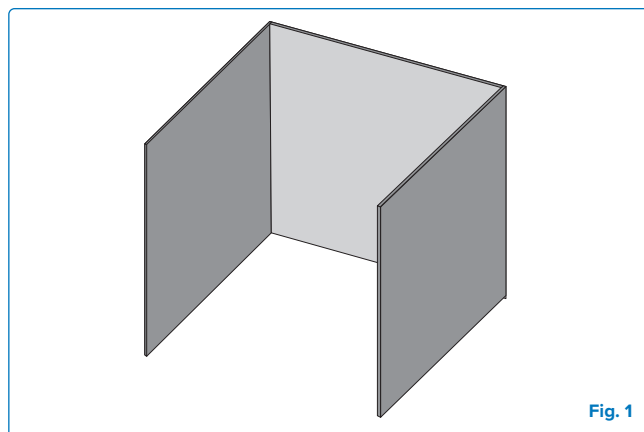

Fig. 1
- Un apparecchio è considerato all'aperto se installato con un riparo non più inclusivo di muri su tre lati, ma senza copertura superiore. **(Fig 1)**.